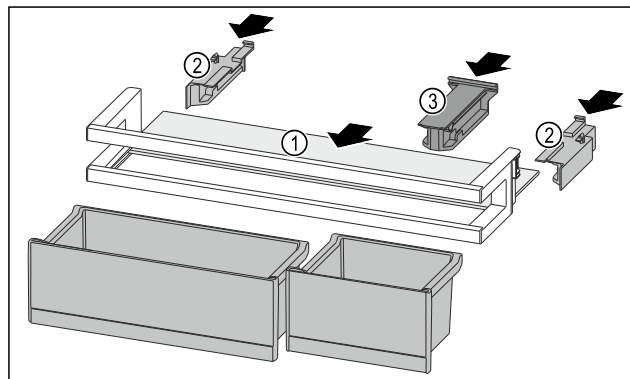

Fig. 95
- Policu za odlaganje Fig. 95 (1) gurnite u bočne otvore.
- Umetnite bočne dijelove Fig. 95 (2).
- Umetnite pridrži dio Fig. 95 (3).